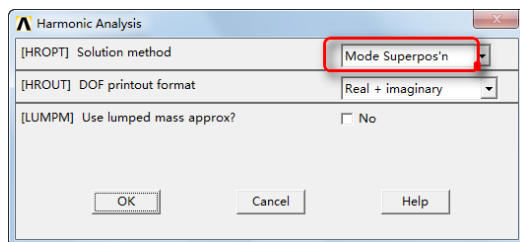

图 14-32 Harmonic Analysis 对话框
②设置求解选项：Main Menu > Solution > Analysis Type > Analysis Options，弹出“Harmonic Analysis”对话框，在“[HROPT] Solution method”下拉列表中选择“Mode Superpos'n”，如图 14-32 所示，单击“OK”按钮。